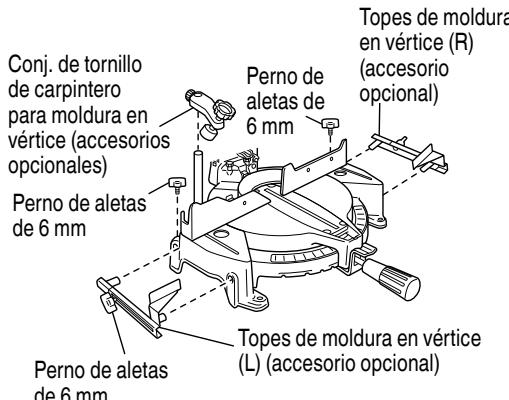

Fig. 33-a
- (1) Las topes de moldura en vértice (L) y (R) (accesorios opcionales) permiten facilitar los cortes de la moldura en vértice, sin inclinar la hoja de sierra. Instálelas en ambos lados de la base, tal como se muestra en la Fig. 33-a. Después de la inserción, apriete el perno de perilla de 6 mm para asegurar los topes de moldura en vértice.
Luego gire la perilla superior, según se requiera para que la moldura en vértice quede fijada en su lugar. Para levantar o bajar el conjunto de tornillo de carpintero, afloje primero el perno de perilla de 6 mm. Despues de ajustar la altura, apriete firmemente el perno de aletas de 6 mm; luego gire la perilla superior, según se requiera, para que la moldura en vértice quede fijada firmemente en su lugar. (Consulte la Fig. 33-b)